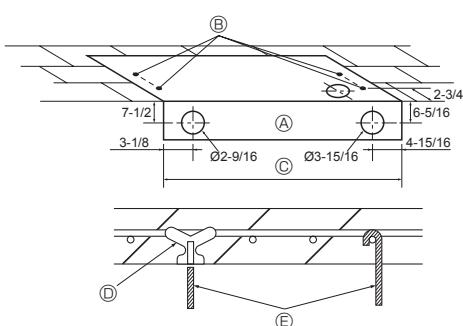

Fig. 3-3
- Ⓛ con adaptador de junta ⑤
3.2.3. Selección de las posiciones de los tubos y de los pernos de suspensión (Fig. 3-3)